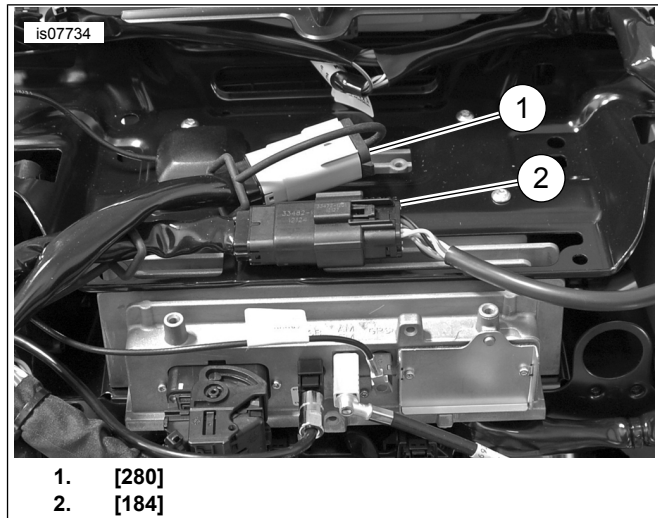

Figura 2. [280] y [184]
7. Vea la Figura 2. Libere los anclajes del conector para los conectores [184] y [280] de la pieza de soporte del soporte de la radio.